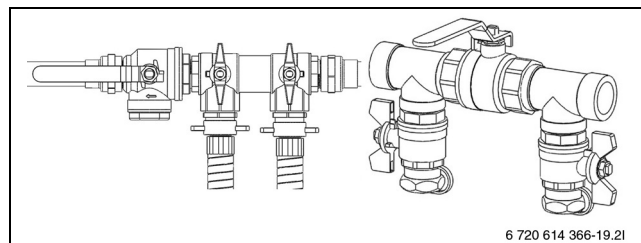

Fig. 25 Fyldesæt i fyldeposition
- ▶ Stil fyldeanordningens ventiler på fyldepositionen (→ fig. 25).